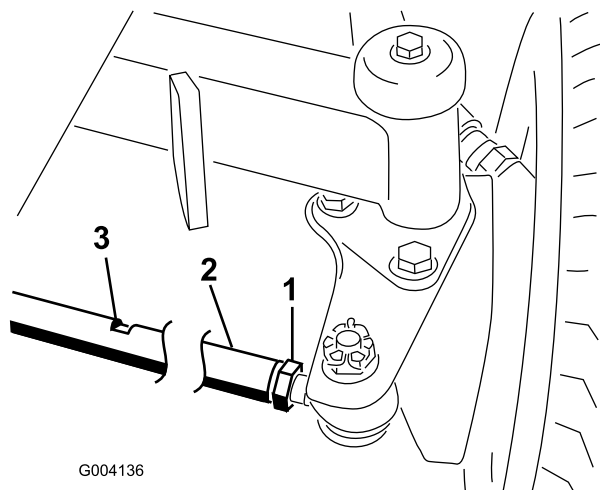

Bild 62
2. Lösen Sie die Klemmmutter an jedem Ende der Zugstange (Bild 62).